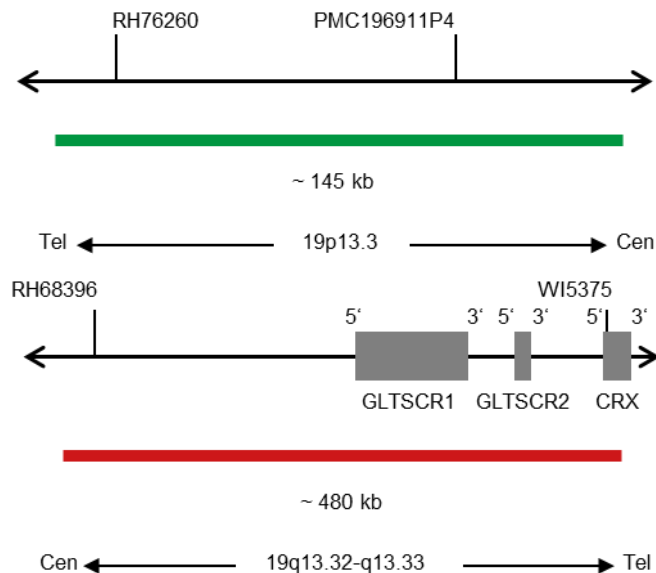

Fig. 1: In alto: SPEC 19q13 Mappa della sonda; in basso: SPEC 19p13 Mappa della sonda (non in scala)
- Polinucleotidi marcati con digossigenina (~0,8 ng/μl), le cui sequenze target mappano in 19p13.3\* (chr19:815,938-962,244) (vedere Fig. 1).
- Polinucleotidi marcati con dinitrofenil (~0,8 ng/μl), le cui sequenze target mappano in 19q13.32-q13.33\* (chr19:47,857,776-48,339,398) (vedere Fig. 1).